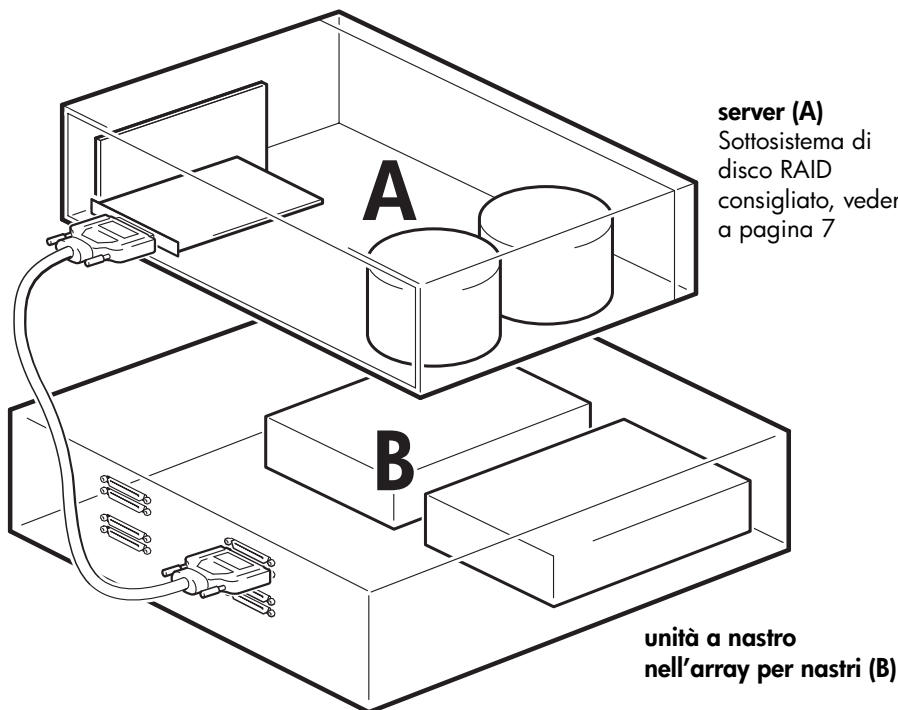

Figura 1: modelli di utilizzo
L'unità a nastro è installata in un array per nastri (B), che può essere utilizzato in un ambiente standalone o in rete. L'array per nastri essere sempre collegato direttamente ad un connettore SCSI VHD sul server storage (A), come indicato nella Figura 1.